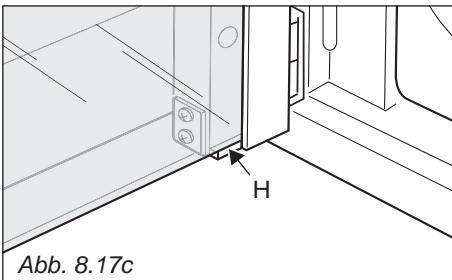

Abb. 8.17c
- Während eine Person die Tür festhält, sollte eine zweite Person die innere Glasscheibe in die Seitenführungen links "E" und rechts "F" einsetzen und diese langsam bis zur Halterung "H" gleiten lassen (Abb. 8.17c). Ein gewaltsames Wiedereinsetzen des Türglases kann zu Schäden an den Türscharnieren führen.